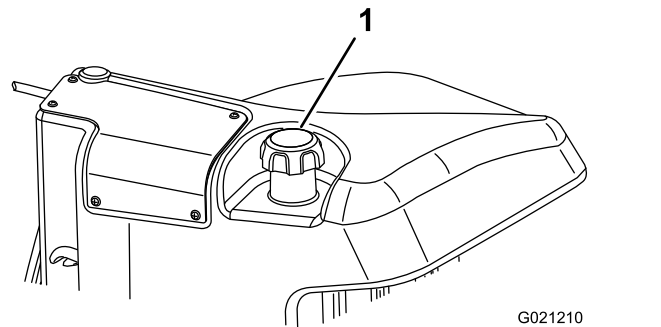

Bild 17
3. Nehmen Sie den Deckel vom Kraftstofftank ab (Bild 17).